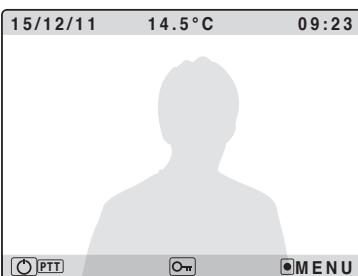

Fig. 10
- Répondez en mode mains libres en appuyant sur le bouton (**Fig. 10**) (ou en décrochant le combiné pour Art. KRV86) ;